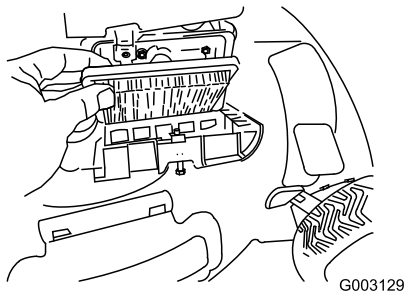

Figura 35
4. Coloque la tapa (Figura 35).